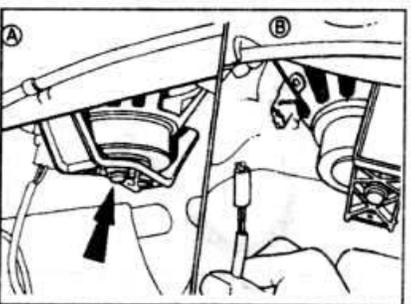

Рис. 12.73. Расположение болта крепления (А) и снятие проводов (В) с громкоговорителя.
- Отсоедините электрические провода от громкоговорителя, затем отвинтите болт крепления и извлеките громкоговоритель вверх (см. рис. 12.73).